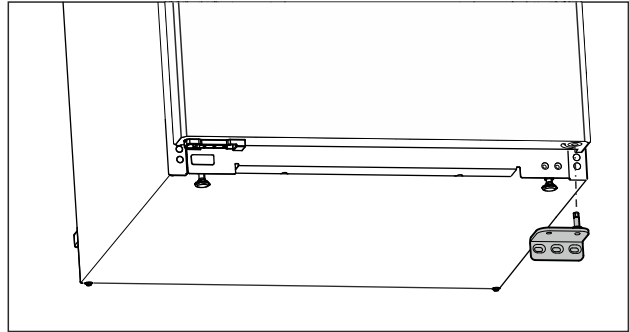

Fig. 16
- ▶ Detașați suportul de lagăr în jos. (vezi Fig. 16)